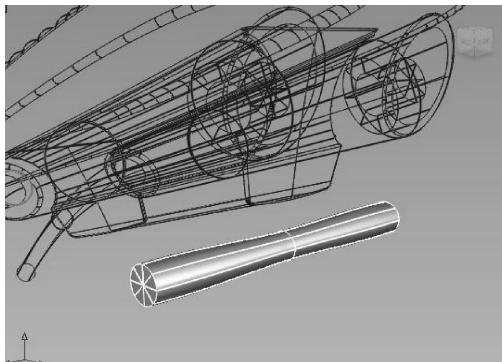
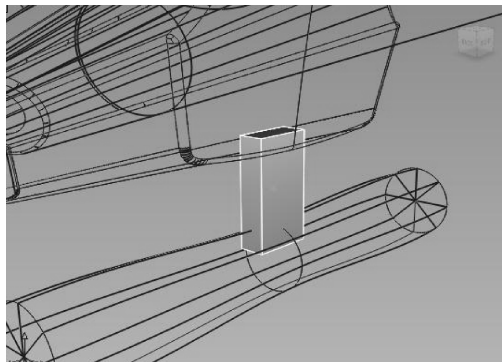

图 10-92 制作尾灯
图 10-93 创建立方体
- 09 下面制作尾灯与车牌挂架。选择【Cylinder】工具，生成如图 10-92 所示的圆柱体，通过对编辑点的调整得到如图 10-92 所示形状，然后选择【Mirror】工具将其镜像复制到另一边。选择【Cube】工具，生成如图 10-93 所示立方体，并调整其大小和位置。